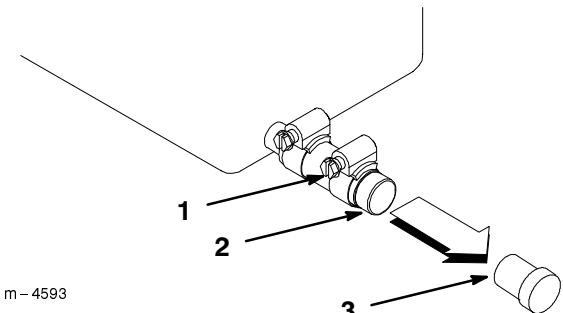

Abbildung 25
- Eine Schale unter den Ölablaßschlauch stellen (Abb. 25).
- Die Klammer lösen und die Schraube entfernen (Abb. 25).